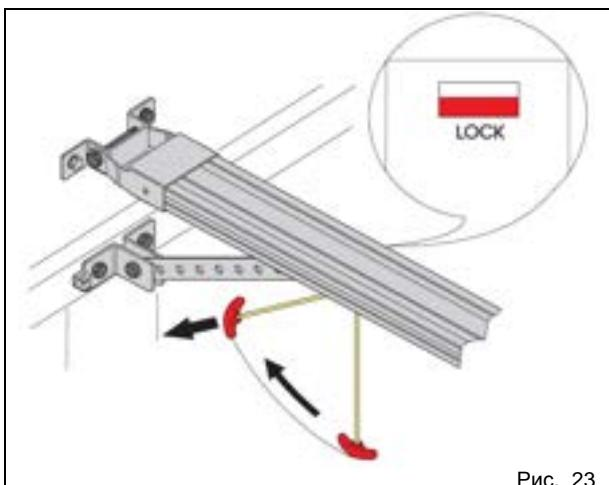

Рис. 23
- 4) Потянуть за наконечник в направлении ворот, так чтобы тросик располагался горизонтально (рис. 23). Отпустить тросик и проверить, появился ли красный флагок "LOCK" (Закрыто) под кареткой. Попытаться вручную открыть ворота.